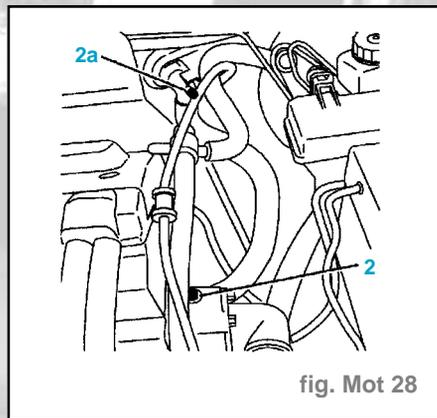

fig. Mot 28
- Ouvrir les vis de purge (2) et (2a) (fig. Mot. 28).